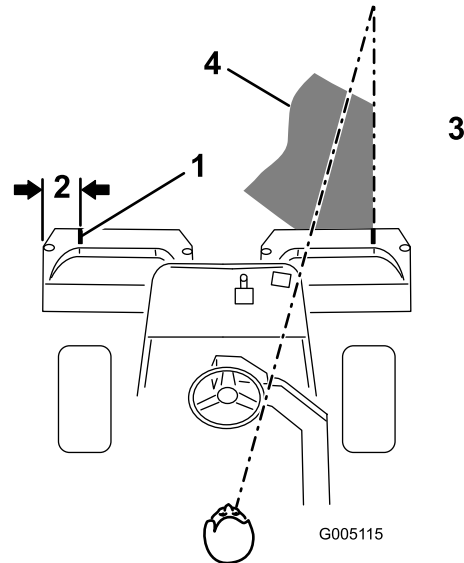

Figura 29
- Applicate una striscia adesiva bianca, oppure tracciate una linea con della vernice bianca, su ciascun cestello, parallela al bordo esterno del cestello stesso (Figura 29).
3. Durante le passate di ritorno sovrapponetevi uno spazio minimo alla falciatura precedente. Per tosare in linea retta il green e mantenere la macchina alla medesima distanza dal bordo della falciatura precedente, immaginate una linea compresa tra 1,8 e 3 m circa davanti alla macchina e fino al bordo della sezione di green da tosare (Figura 29 e Figura 30). Potrebbe essere utile includere nella linea di collimazione il bordo esterno del volante, vale a dire, tenere allineato il bordo del volante con un punto che si trovi sempre alla stessa distanza dalla parte anteriore della macchina (Figura 29 e Figura 30).